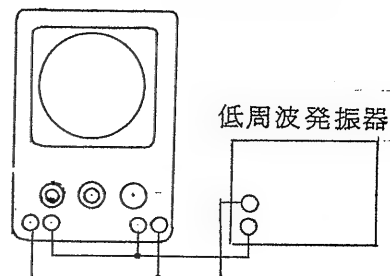

図 6
- (1) SWEEP RANGE スイッチをEXT にしておきます。垂直INPUT端子とEXT HORIZ IN 端子へ図6のような低周波発振器の正弦波出力を加え、オシロスコープ固有の位相差を測定しておきます。